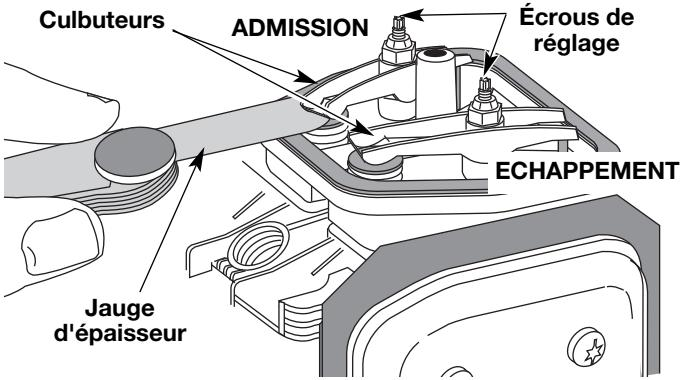

Fig. 38
9. Glissez la jauge d'épaisseur entre le culbuteur et le ressort de rappel de la soupape. Mesurez le jeu entre la tige de soupape et le culbuteur (Fig. 38). Faites-le pour les soupapes d'admission et d'échappement.
L'écart de jeu recommandé pour l'admission et l'échappement est de 0,076 – 0,152 mm (0,003 – 0,006 po). Servez-vous d'une jauge d'épaisseur d'automobile standard de 0,127 mm (0,005 po). La jauge d'épaisseur devrait pouvoir glisser entre le culbuteur et la tige de soupape en rencontrant une faible résistance mais sans coller (Fig. 38 et 39).
- a. Tournez l'écrou de réglage à l'aide d'une clé de 8 mm (5/16 po) ou d'un tournevis à embout hexagonal (Fig. 38).